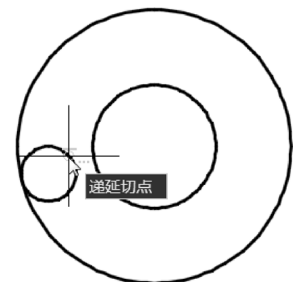
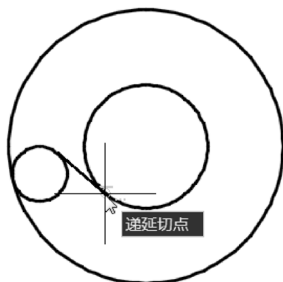

图 12-36 指定递延切点 1
图 12-37 指定递延切点 2
8) 绘制一条与两个对象相切的直线段。在功能区“默认”选项卡的“绘图”面板中单击“直线”按钮, 按〈Ctrl〉键的同时单击鼠标右键以弹出一个快捷菜单, 从中选择“切点”选项, 在图 12-36 所示的小圆的合适位置处单击; 再按〈Ctrl〉键并同时单击鼠标右键, 接着从弹出的快捷菜单中选择“切点”选项, 在要相切的第二个对象上指定递延切点, 如图 12-37 所示, 按〈Enter〉键结束“直线”命令。